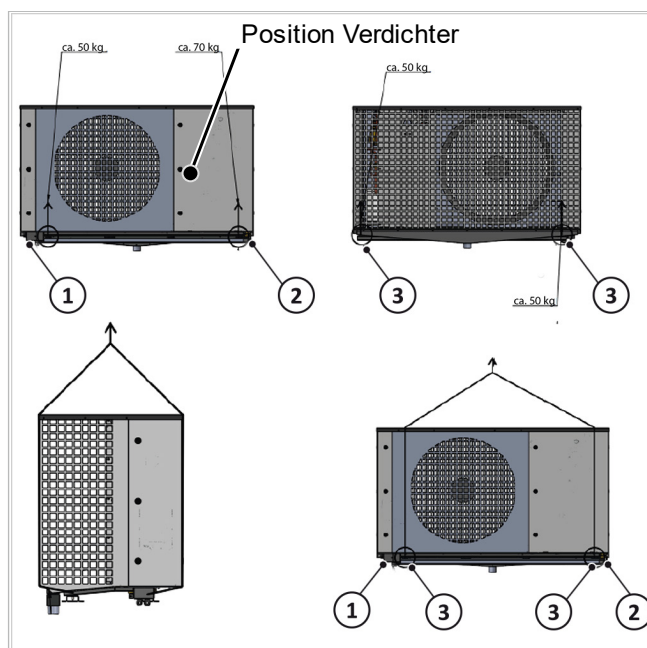

Abb. 3: Transport
- Wenn das Gerät beim Transport angekippt werden muss, darf dies nur kurzzeitig über eine der Längsseiten geschehen, der Verdichter, siehe → Abb. 3, soll sich dabei stets oben befinden.